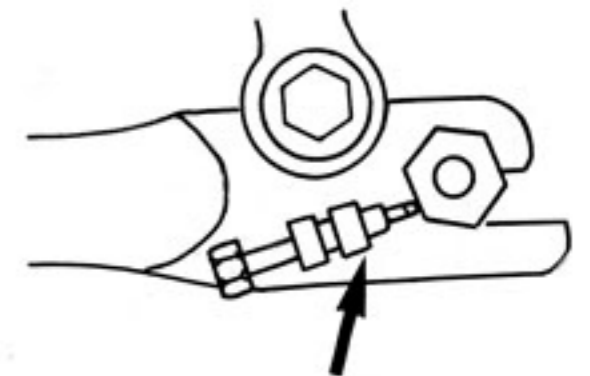

Fig. 4
- Le réglage de la chaîne s'effectue en agissant sur les vis tendeurs situées à l'arrière sur le bras oscillant (clé de 8 mm) après avoir débloqué les écrous de roue (Fig. 4).